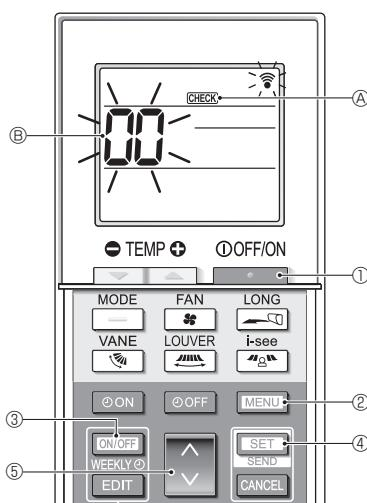

Fig. 7-6
7.3.2. Für die drahtlose Fernbedienung (Fig. 7-6)
- Drücken Sie die Taste ①, um die Klimaanlage anzuhalten.
- Wenn der Wochen-Timer aktiviert ist (WEEKLY eingeschaltet ist), drücken Sie die Taste **ON/OFF WEEKLY** ③, um ihn zu deaktivieren (WEEKLY ist ausgeschaltet).
- Drücken Sie die Taste **MENU** ② 5 Sekunden lang.
- CHECK** ② leuchtet auf und das Gerät tritt in den Selbstprüfungsmodus ein.
- Drücken Sie die Taste **⑤** zum Auswählen der Kältemitteladresse (M-NET-Adresse) ⑤ des Innengeräts, für das die Selbstprüfung ausgeführt werden soll.
- Drücken Sie die Taste **SET** ④.
- Drücken Sie die Taste ①.
- CHECK** ② und die Kältemitteladresse (M-NET-Adresse) ⑤ erlöschen; die Selbstprüfung ist beendet.